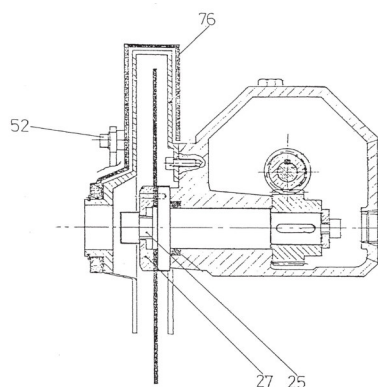

Abb. 12: Montage des Sägeblatts
Schritt 1: Zur Montage des Sägeblattes die Schraube [52] abschrauben, indem man den Motor-Sägeblatt-Block hochhält und den beweglichen Schutz [76] nach hinten schiebt. Die Schraube [25] im Uhrzeigersinn abschrauben, den Flansch [27] herausziehen und das Sägeblatt aufsetzen. Dabei auf die richtige Position der Verzahnung achten! Drehrichtung siehe Pfeil auf dem Sägeblatt-Schutz [Abb. 12].
Schritt 2: Den Flansch [27] montieren und die Schraube [25] wieder anschrauben [Abb. 12].